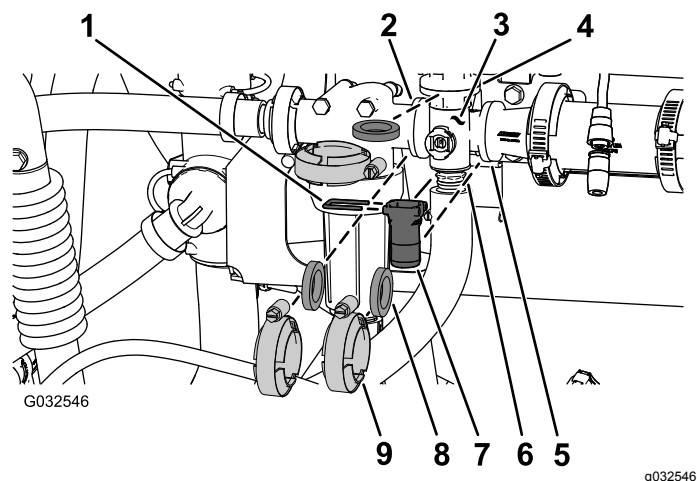

图106
1. 如图106所示取下将搅拌阀歧管固定至搅拌旁通阀、压力式滤清器头、异径管连接头和安装座接头搅拌节流阀的夹具和垫片。